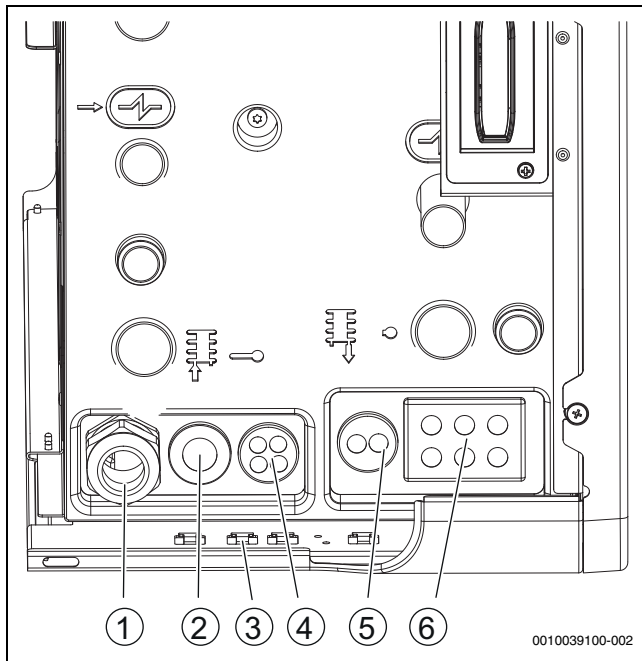

Bild 29 Kabeleinführungen der Inneneinheit
- Nach dem Einführen des Kabels die Kabelverschraubung festziehen (→Abbildung 29 [1]).